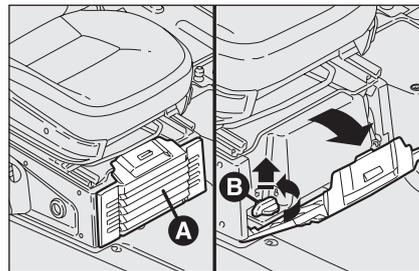

fig. 92
- Ouvrir le volet **A** et l'enlever en agissant comme illustré sur la **fig. 92**: